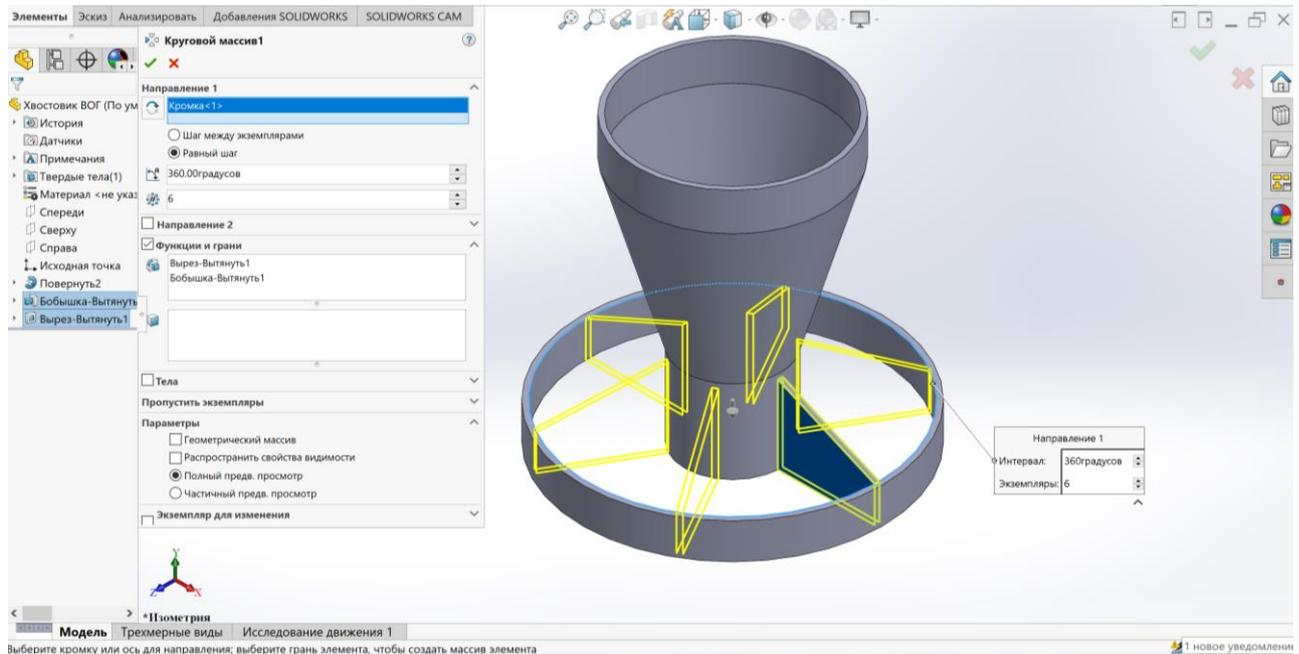

Рисунок 6.17 – Побудова кругового масиву елемента
В Менеджері властивостей треба вказати наступні параметри (рис. 6.17):
- напрямок 1: вказується коло, по якому буде створюватись круговий масив. На рис. 6.17 підсвічено синім кольором;
Для того, щоб бачити як буде виглядати побудований круговий масив, необхідно в Менеджері властивостей ввімкнути *Повний попередній перегляд*. На рис. 6.17 жовтим кольором показано як буде виглядати масив після введення необхідних параметрів. Якщо при попередньому перегляді вас влаштує зображений масив, підтверджуєте створення натиснувши ОК .